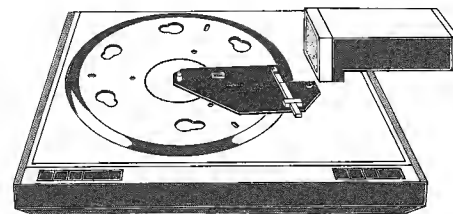

Fig. 4.2
- Einstelllehre im Drehzentrum des Plattentellers auf-, sowie im Pinselloch einsetzen (Fig. 4.2).
- Place alignment gauge over the platter's center pin while at the same time inserting the guide pin on its underside into the hole of the stylus brush (fig. 4.2).
- Placez le gabarit au centre du plateau et sur le trou du pinceau (fig. 4.2).